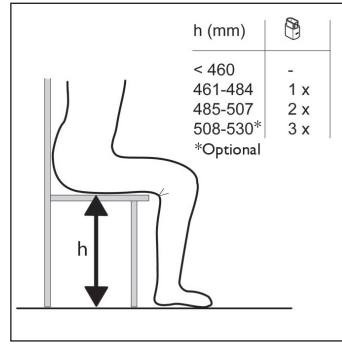

Fig. 11
2. Measure the optimum seat height h of the user (Fig. 11).
2. Optimale Sitzhöhe h des Benutzers messen (Fig. 11).